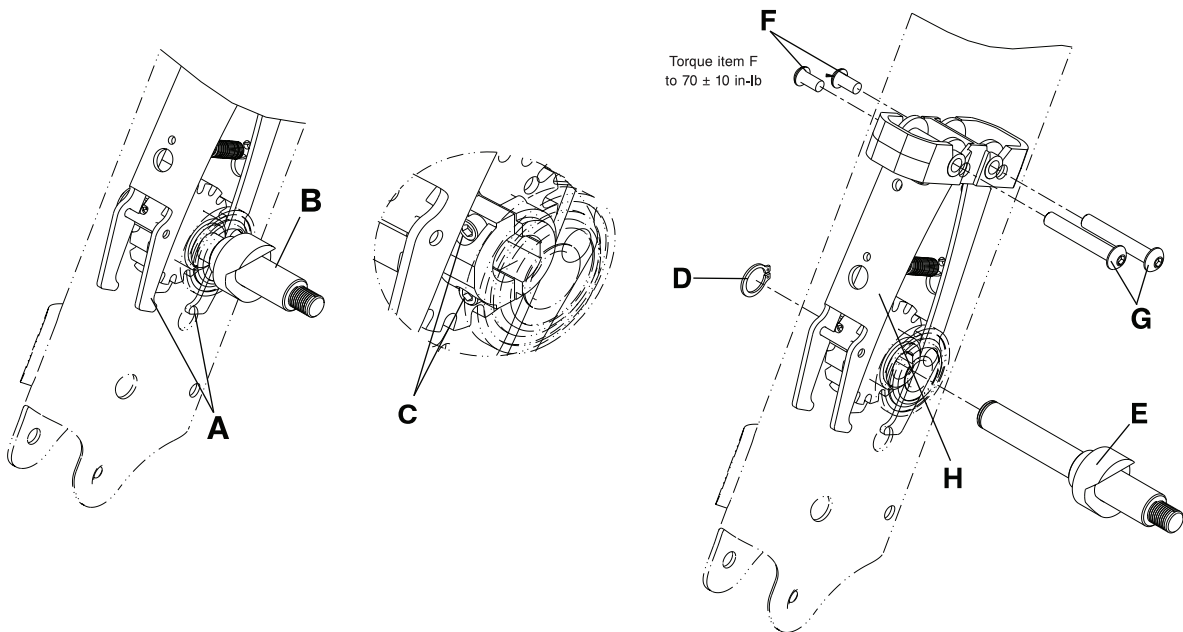

图14-30: 制动把杆组件更换
2. 用您的手, 手动打开制动把杆(A)。用您的另一只手, 手动转动后轮轴组件(B), 使六角螺钉(C)正对座椅底部(图14-30 第14-47页)。
3. 使用一个9/64"六角扳手, 拧松后轮轴组件(B)上的两个六角螺钉(C)。图14-30 第14-47页)。
4. 在座椅框架上, 用于固定后轮轴组件(E)(图14-30 第14-47页)的卡环(D)(图14-30 第14-47页), 用卡簧钳卸下。保留卡环。
5. 卸下后轮轴组件(E)(图14-30 第14-47页)。
6. 使用一个5/32"六角扳手和一个3/16"六角扳手卸下用于固定制动把杆组件(H)的螺钉(F)和制动把杆垫片螺母(G)(图14-30 第14-47页)。重新安装螺钉(F)时, 使用一个3/8"传动扭矩扳手拧紧螺钉到 $70 \pm 10$  in-lb. ( $8 \pm 1,1$  Nm)。
7. 卸下并丢弃制动把杆组件(H)(图14-30 第14-47页)。